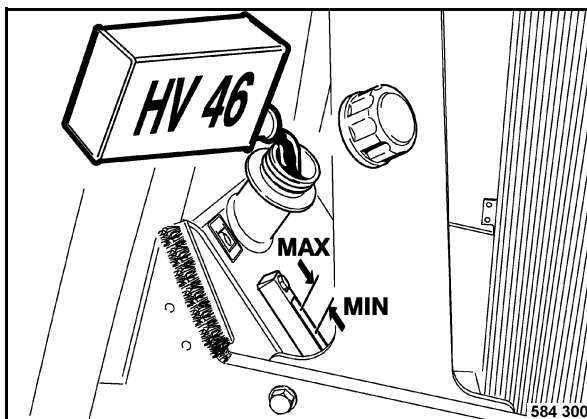

Fig. 151
- Comprobar el nivel del aceite por en cristal de observación (Fig. 151) en el depósito hidráulico.